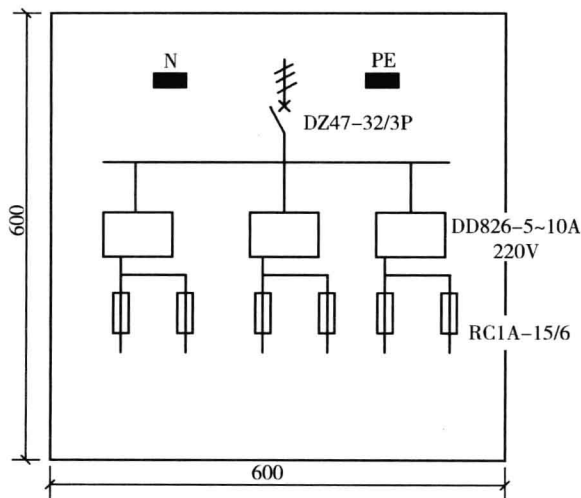
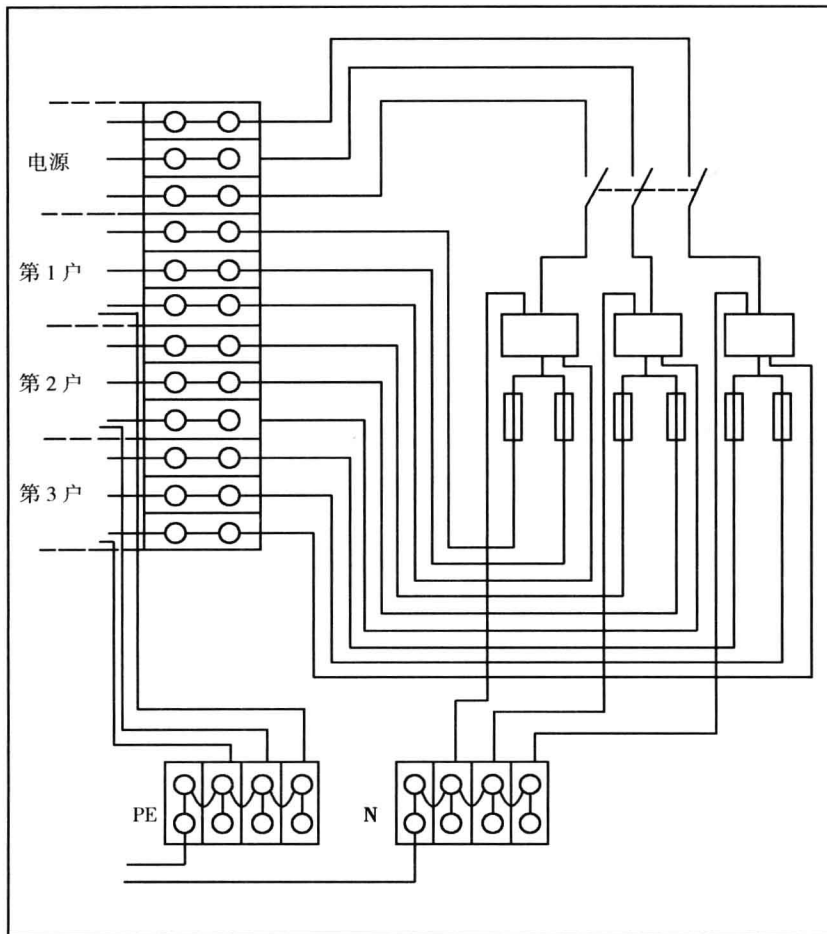

图 1-4 配电箱内电气主结线系统图
图 1-5 木制配电盘内接线示意图
【例6】 现需制作一台供一梯三户使用的嵌墙式木板照明配电箱,设木板厚均为10mm,电气主结线系统如图1-4所示,每户两个供电回路,即照明回路与插座回路,楼梯照明由单元配电箱供电,本照明配电箱不予考虑,试计算工程量并查取定额编号及清单。
【解】 根据图 1-4 计算,其工程量及定额编号为:
(1) 三相自动空气开关(DZ47-32/3P)安装,1 个,定额编号为 2-267。
(2) 单相交流电度表(DD826-5~10A,220V)安装,3 个,定额编号为 2-307。
(3) 瓷插式熔断器(RC1A-15/6)安装,6 个,定额编号为 2-283。
(4) 木配电板(600mm×600mm×10mm)制作,半周长为 1.2m,面积为 $0.6 \times 0.6\text{m}^2 = 0.36\text{m}^2$,定额编号为 2-372。
(5) 木配电板包铁皮,应按配电板尺寸,各边再加大 20mm,即 640mm×640mm×10mm,则包铁皮使用面积为 $0.64 \times 0.64\text{m}^2 = 0.410\text{m}^2$,定额编号为 2-375。
(6) 木配电板安装,半周长为 1.2m,1 块,定额编号为 2-376。
(7) 墙洞(即嵌墙式)木配电箱制作,应按木配电板尺寸,各边长再加 20mm。木板厚度为 10mm,配电箱外形尺寸为 620mm×620mm×10mm(宽×高×深),半周长 $0.64 \times 2\text{m} = 1.28\text{m}$,1 套,定额编号为 2-371。
(8) 盘内配线:可将配电箱主结线系统图 1-4 绘成配电盘内接线示意图(如图 1-5 所示),以分析计算盘内配线回路数,即
(9) 端子板安装以 10 个头为 1 组, 由图 1-5 可知, 端子板共需 20 个头, 则工程量为 2 组, 定额编号为 2-326。